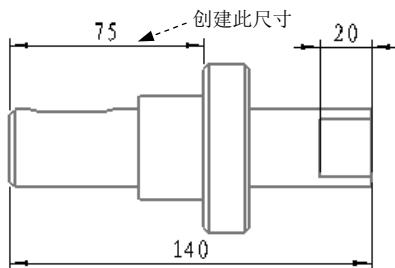

图 5.2.72 显示尺寸（三）
Step8. 不退出“选择参考”对话框, 在主视图中创建图 5.2.72 所示的尺寸。